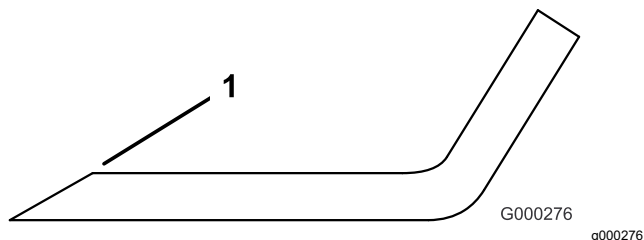

**Figure 94**
2. Examinez attentivement les tranchants de la lame, particulièrement au point de rencontre de la partie plane et de l'ailette (**Figure 94**).
**Remarque:** Le sable et les matières abrasives peuvent éroder le métal à cet endroit, c'est pourquoi il est important de contrôler l'état de la lame avant d'utiliser la tondeuse. Remplacez la lame si elle semble usée (**Figure 94**).